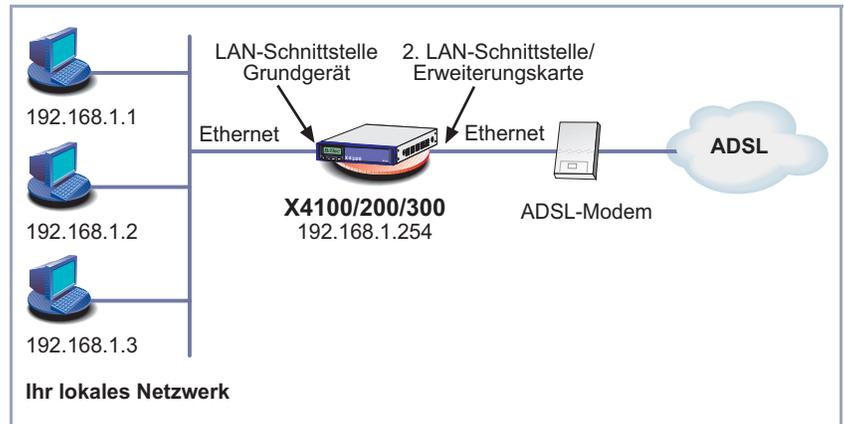

Bild 6-4: Beispielszenario
- Wählen Sie Ihr **PPPoE Ethernet Interface** aus, z. B. **en2** (2. LAN-Schnittstelle in Bild 6-4, Seite 139).